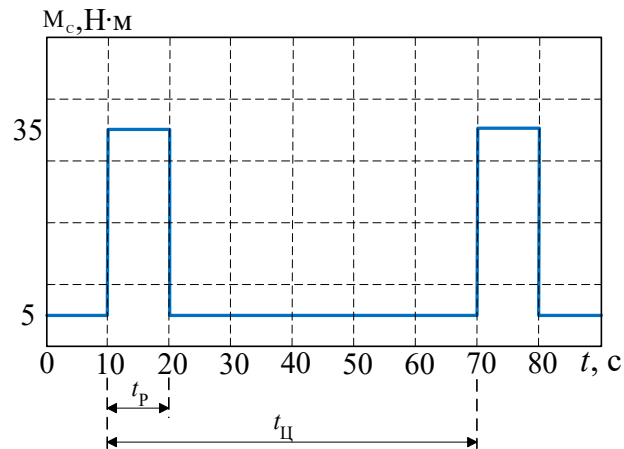

Рис. 5.2. Нагрузочная диаграмма
3. Дана нагрузочная диаграмма (рис. 5.2) исполнительного органа механизма, сделать предварительный выбор двигателя. Известно, что  $\omega_{уст} = 140$  рад/с.